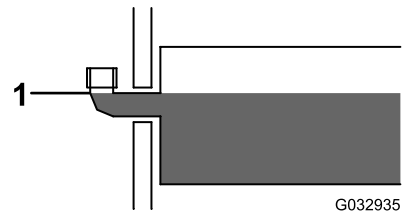

Figura 29
3. Retire el tapón de llenado del depósito hidráulico (Figura 29).
4. Llène lentamente el depósito con fluido hidráulico de alto rendimiento BOSS hasta la parte inferior del codo de llenado (Figura 29).